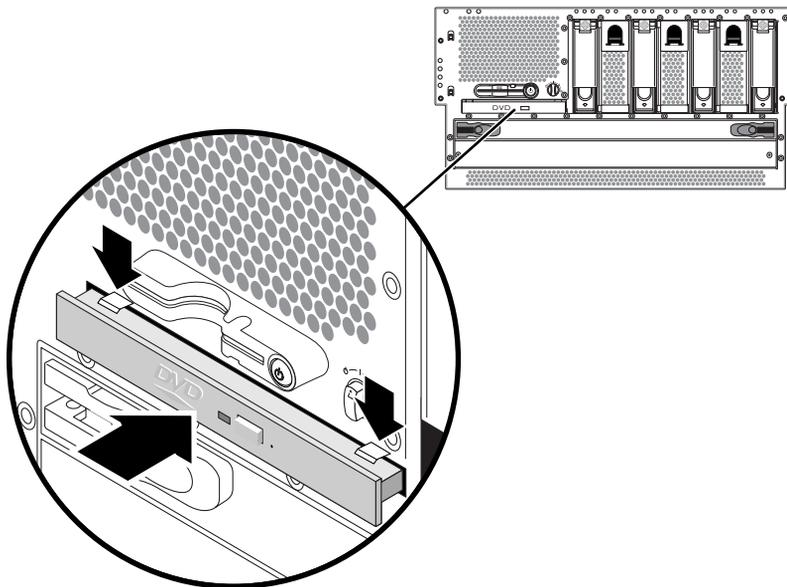

FIGURE A-2 Installation du lecteur de DVD
5. Faites glisser le lecteur de DVD dans le système jusqu'à ce que les deux taquets de verrouillage du lecteur s'enclenchent en émettant un déclic (voir FIGURE A-2).